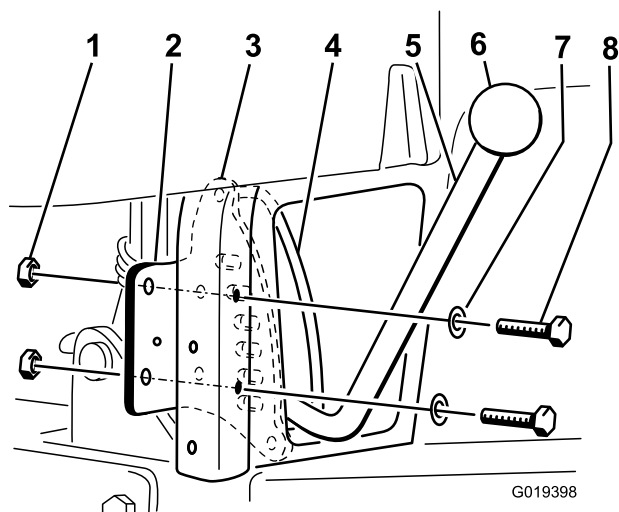

図 3
注 ハンドルがディテントプレートとハンドルガイドの間を通るようになるのが正しい取り付けです 図 3。
7. ディテントプレートを右後垂直フレームチューブに取り付けるボルト5/16 x 2¼"2本と、ワッシャステップ4で取り外したものを再使用2枚と、ロックナット5/16"2本を使う。各パーツは 図 3 のように組み付ける。
8. 昇降レバーにノブを取りつける 図 3。